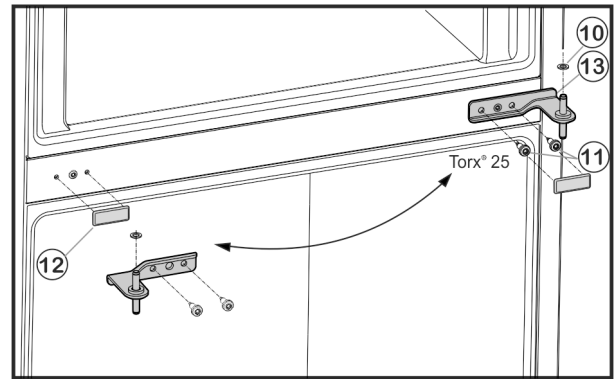

Fig. 6
- ▶ Desserrer les vis de fixation Fig. 6 (11) (2 fois Torx® 25) et retirer le support de palier du milieu de la porte inférieure.
- ▶ Retirer la rondelle en plastique Fig. 6 (10).
- ▶ Retirer le cache Fig. 6 (12) avec précaution.
- ▶ Replacer le cache Fig. 6 (12) du côté opposé.
- ▶ Remettre en place le support de palier du milieu Fig. 6 (13) à 180° dans la porte inférieure et la visser solidement à l'aide des vis de fixation Fig. 6 (11) (2 fois Torx® 25) sur le nouveau côté de la charnière (avec 4 Nm).
- ▶ Remettre en place la rondelle de plastique Fig. 6 (10).
- ▶ Mettre en place la porte supérieure sur le support de palier Fig. 6 (13).